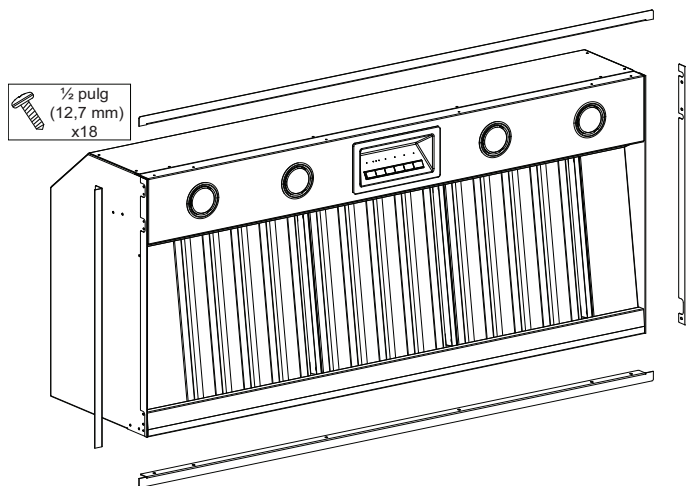

Figura 25: Instalación de las bandas laterales de los modelos VCIN
- Sujete las bandas a ras de la parte inferior del armazón. Fíjelas a la campana con dieciocho tornillos de 0,5 pulg. (12,7 mm), como se muestra en la Figura 25.